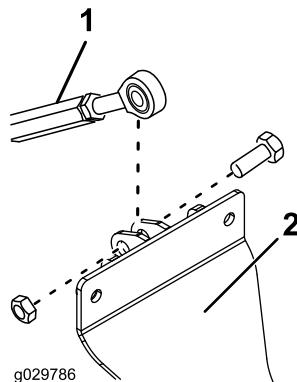

Figure 5
- Fixez le côté tige de la biellette filetée au support de vérin à l'aide d'un boulon (1/2 x 1-1/2 po) et d'un contre-écrou (1/2 po), comme montré à la Figure 5.